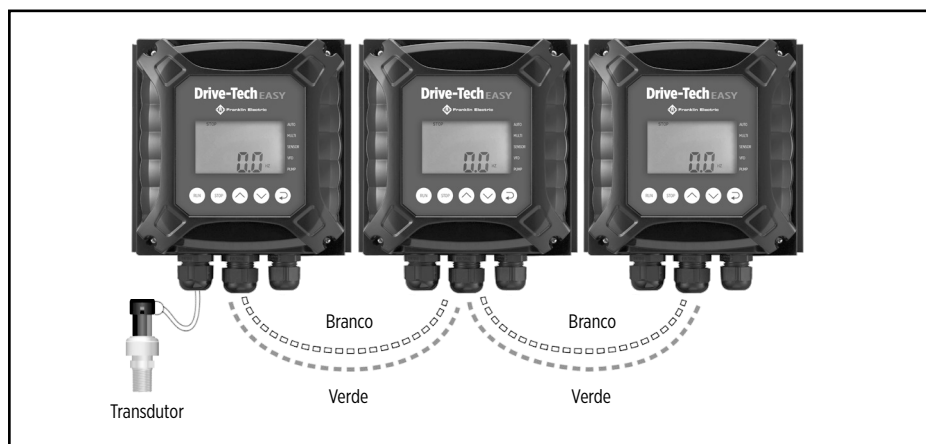

Figura 3 - Conexão entre inversores na operação multibombas
- Para utilizar a comunicação entre os inversores do sistema, é necessário conectá-los em rede. Una os terminais branco e verde do cabo de cor cinza de cada inversor para fazer a conexão entre eles, conforme Figura 3.